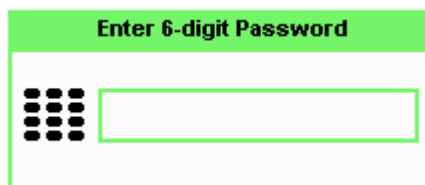

図 2-49 Enter 6-digit Password ポップアップ
- 3 **Secure Blank** を押します。Enter 6-digit Password ポップアップが、図 2-49 に示すように表示されます。セキュア・ブランク機能をアクティブにするときに 6 桁のパスワードを入力する必要があります。
- 入力したパスワードが 6 桁でない場合、次に示す警告メッセージが表示されます。この警告が 2 秒間表示された後、パスワード入力ポップアップ (図 2-49) が再度表示されます。
- 入力したパスワードが最初のパスワードと一致しない場合、図 2-52 に示す警告メッセージが表示されます。この警告が 2 秒間表示された後、**Reconfirm Password** ポップアップ (図 2-49) が再度表示されます。